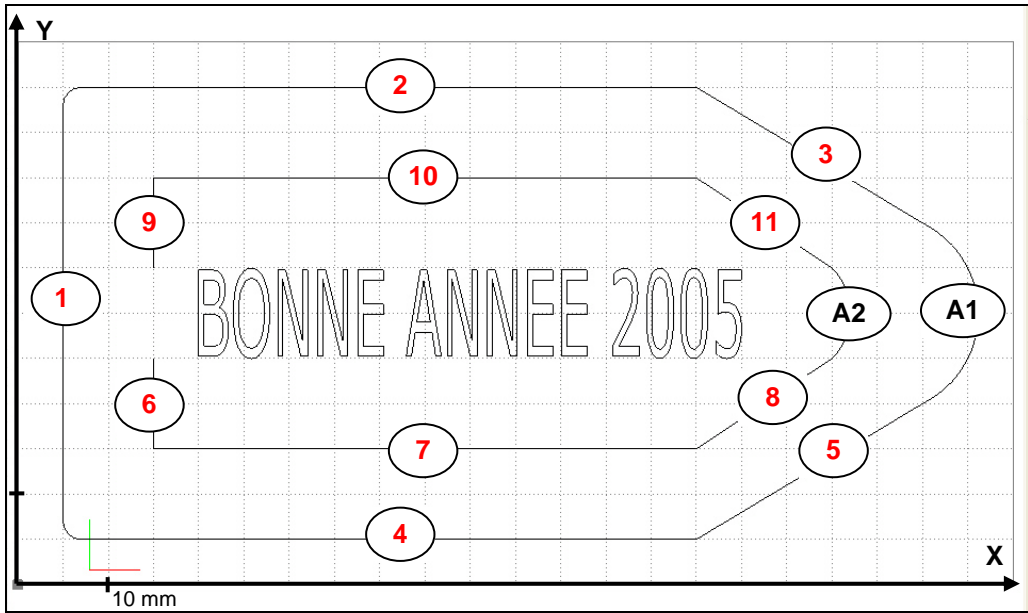

Figure 1
1. En vous aidant de la **figure 1** recherchez les coordonnées (X ; Y) des lignes 1 à 11
2. En vous aidant de la **figure 1** recherchez les coordonnées (X ; Y) des arcs de cercle **A1** et **A2**
Observons le marque-page de la **figure 1**. Il se décompose en trois phases d'usinage :